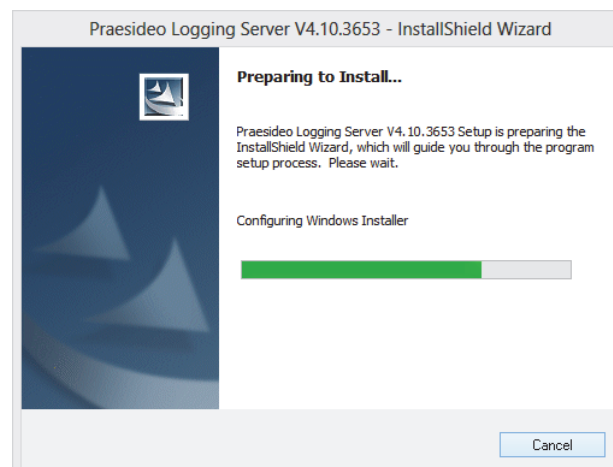

figura 58.1: Configuração do servidor de registo
- 3 Clique no botão *Open* para iniciar o programa de configuração do *Logging Server*. Aparece um ecrã semelhante ao da figura 58.1.